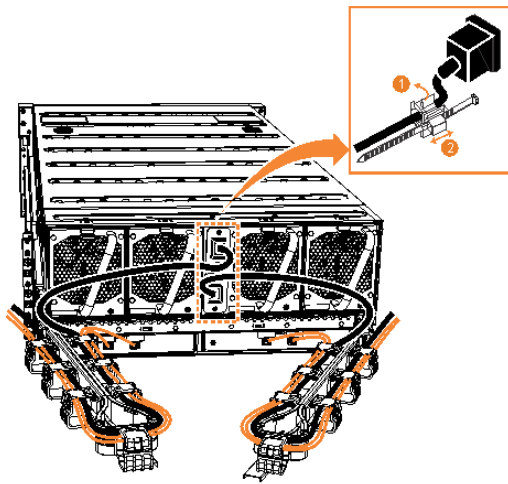

Рисунок 139. Закрепление кабелей питания
2. Закрепите кабели питания в держателях рядом с разъемами питания в задней части корпуса, как показано в Рисунок 139 на стр. 124. Также проложите каждый кабель вдоль кабельного кронштейна. Кабельные кронштейны подходят и для кабелей SAS.